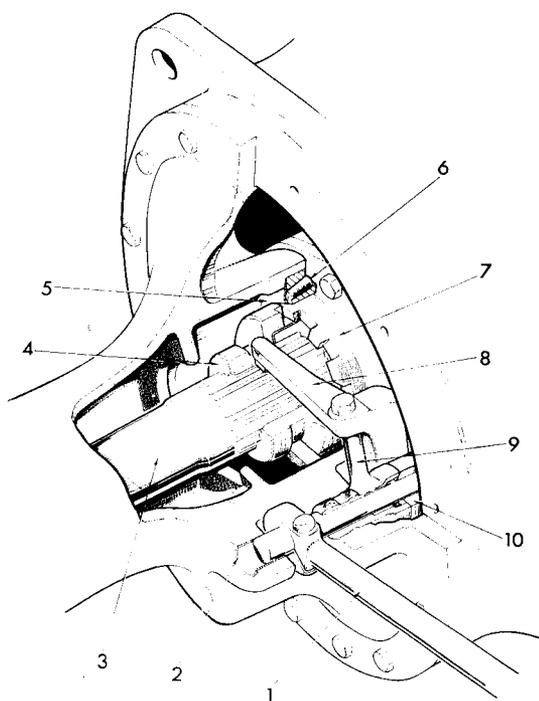

Fig. 7
- 2° Poser la fourchette et le crabot mobile (fig. 7).